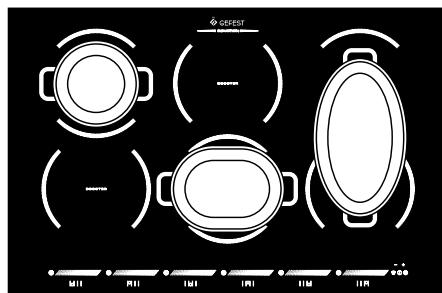

Рис. 14
**ВНИМАНИЕ!** ФУНКЦИЮ «МОСТ» МОЖНО АКТИВИРОВАТЬ ТОЛЬКО ДЛЯ КОНФОРКОК, СВЯЗАННЫХ ПО ВЕРТИКАЛИ (F И R) (рис. 14).